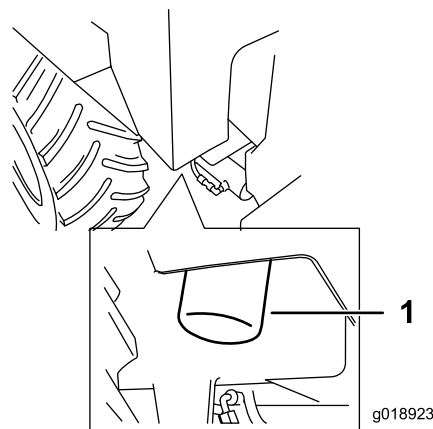

Figura 40
4. Gire el filtro de aceite hidráulico en sentido antihorario, y retire y deseche el filtro (Figura 40).